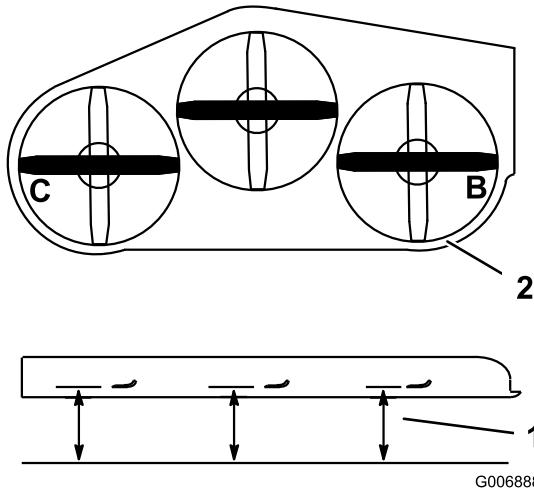

Figura 80
- Coloque la cuchilla **derecha** en posición lateral (Figura 80).
2. Mida la cuchilla derecha en la posición **B** desde una superficie nivelada hasta el filo de corte del extremo de la cuchilla (Figura 80).
4. Coloque la cuchilla izquierda en posición lateral (Figura 80).
5. Mida la cuchilla izquierda en la posición **C** (Figura 80) desde una superficie nivelada hasta el filo de corte del extremo de la cuchilla.